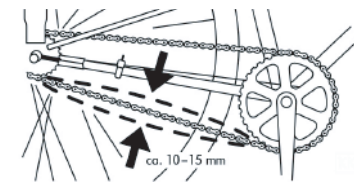

Abb. 18
- Die richtige Kettenspannung ist dann erreicht, wenn sich die Kette in der Mitte ca. 15 mm nach oben und unten bewegen lässt (Abb. 18).